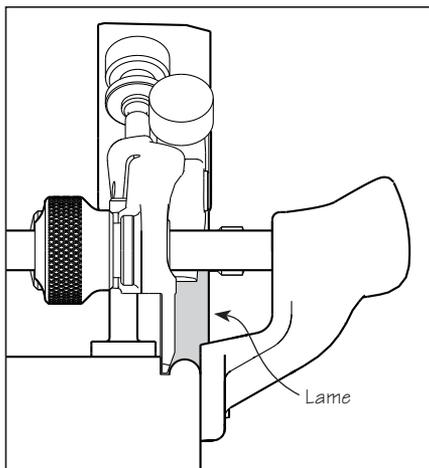

Figure 8 : Taille d'une baguette
3. Régler la position de la butée de profondeur de manière à ce que le sommet de la baguette se trouve légèrement sous la surface de la pièce, comme l'illustre la **figure 8**.